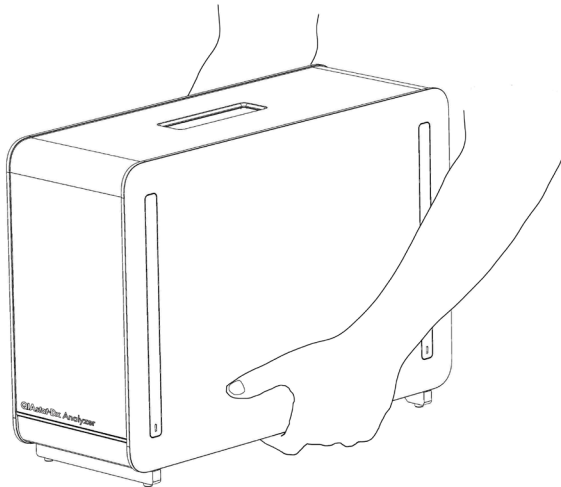

图 4. 正确处理分析模块。
**提示：**如图 4 所示，必须使用双手将分析模块从底座抬离，然后再搬运。